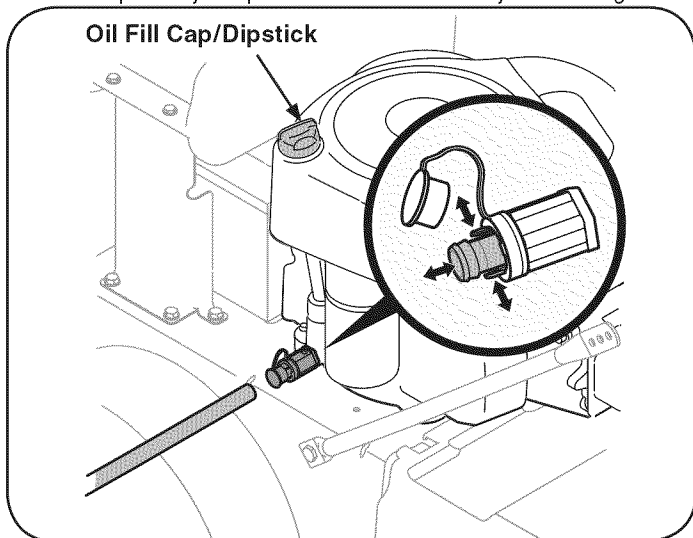

Figura 13
8. Abra el tapón protector en el extremo de la válvula de drenaje de aceite para dejar expuesto el orificio de drenaje. Vea la Figura 13.
- Apriete las lengüetas de la válvula de drenaje de aceite, luego tire hacia afuera para comenzar a drenar el aceite. Vea la Figura 13.